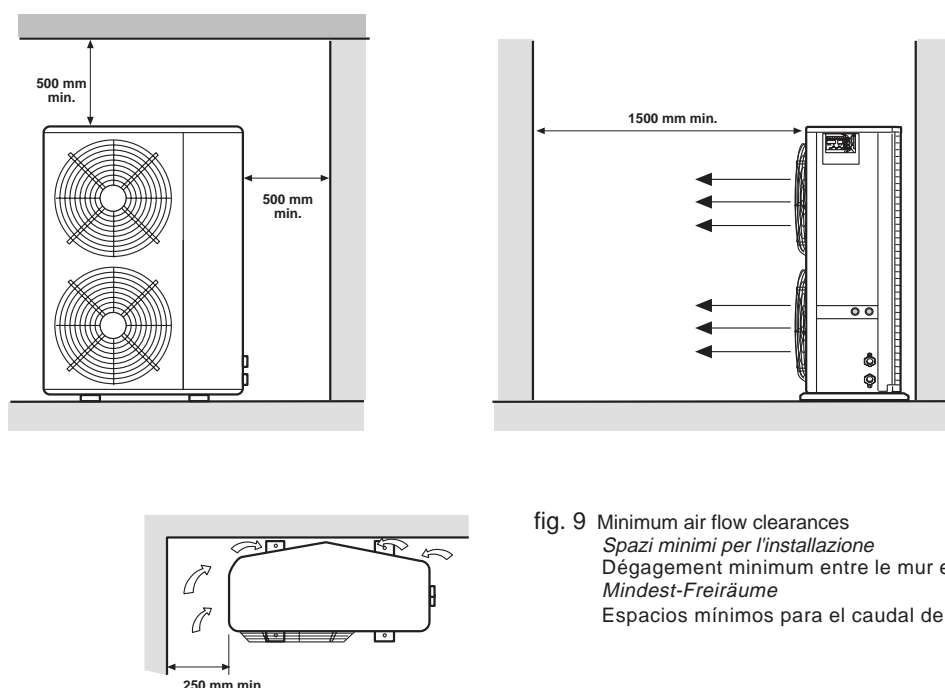

fig. 9 Minimum air flow clearances
- Keep clearances around the unit to allow free air circulation and easy servicing (fig.9).
- When installing the unit, make sure there are adequate clearances (fig. 9) for routine servicing such as:
- Mantenere spazi liberi attorno all'unità per l'ispezione e la circolazione dell'aria (fig.9).
- Le unità devono essere installate prevedendo gli opportuni spazi (fig.9) per le normali operazioni di manutenzione quali:
- Il ne doit y avoir aucun obstacle devant l'unité, pour que l'air circule librement et que l'entretien soit aisé (voir figure 9).
- Lors de l'installation, veiller à prévoir les dégagements minima (voir figure 9) nécessaires à l'entretien de routine, à savoir:
- *Um das Gerät die erforderlichen Freiräume lassen, damit unbehinderter Luftstrom und einfache Wartung gestattet werden (Abb. 9).*
- *Bei der Installation des Geräts sicherstellen, daß ausreichende Freiräume für die Routine-Wartung wie Zugang zur Regeltafel und zu den Innenteilen vorhanden sind (Abb. 9).*
- Deje espacios libres alrededor de la unidad para permitir la circulación del aire y facilitar el servicio de la unidad (Fig. 9).
- Cuando instale la unidad, compruebe que los espacios libres son adecuados (fig. 9) para las funciones de servicio rutinarias como: